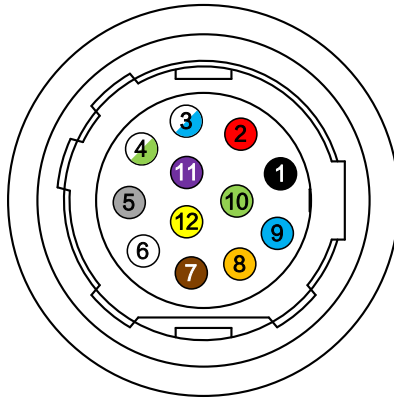

图4-9 12-pin P10 接口
对应的管脚信号定义如图 4-9、表 4-3 所示。
- 图 4-9 与表 4-3 中所示的线芯仅为我司销售的线缆线序以及对应的线芯颜色，若线缆不是从我司购买，请以实际线序以及对应线芯颜色为准。